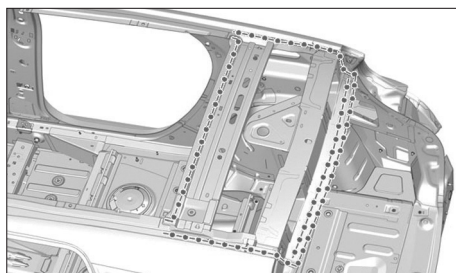

FIG. 145
- Préparer les zones d'accostage des pièces à assembler (Fig.145).